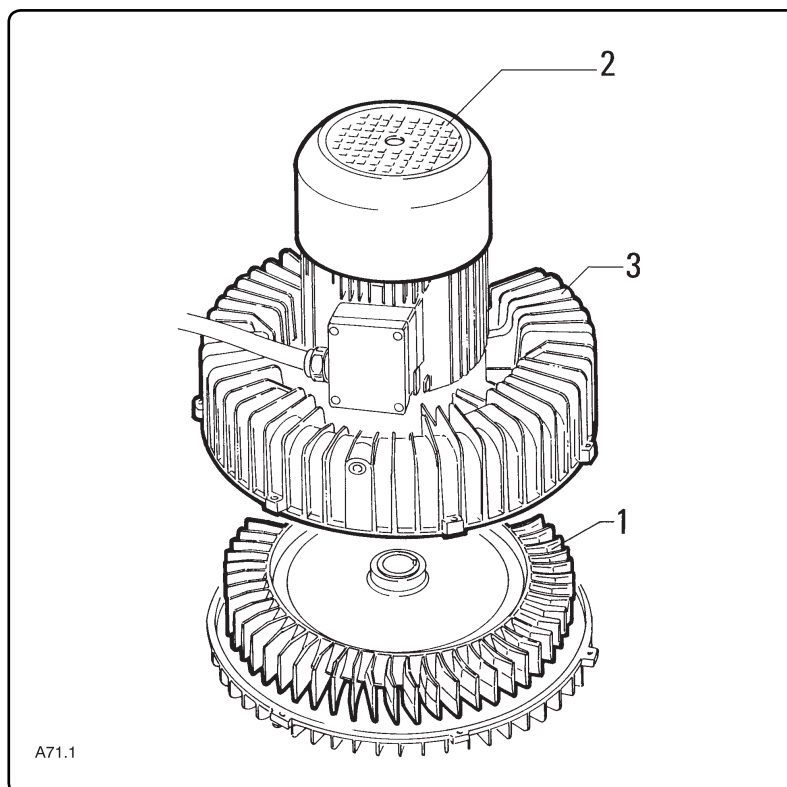

Рис. 7.5.4
7.5.4 - Проверка состояния всасывающего вентилятора (рис. 7.5.4)